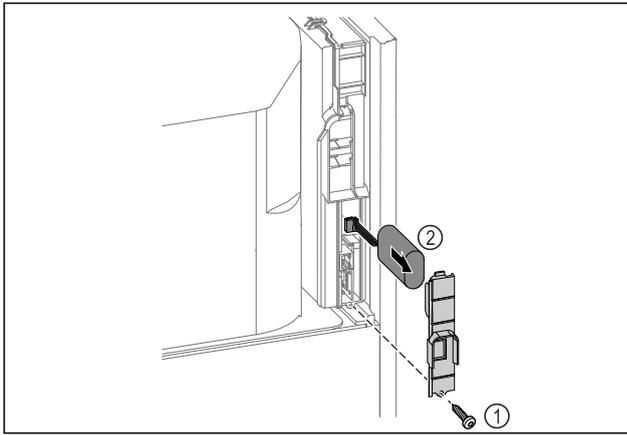

Fig. 222
- ▶ 旋出螺钉并移除冰箱背面的盖板 Fig. 222 (1)。
- ▶ 拔下并取出电池 Fig. 222 (2)。